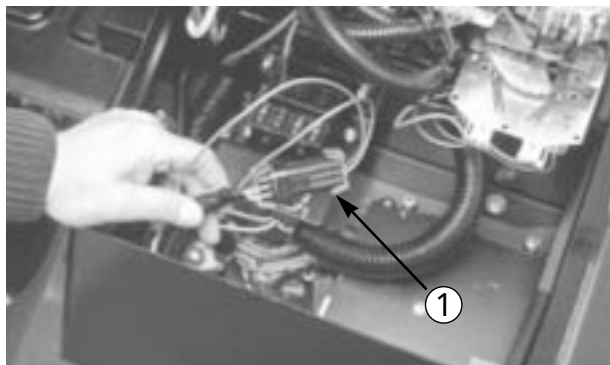

図 33
1. 駆動シャフト（図 33）をエンジンの駆動カップラから外す（キャップスクリューははずして外す）。
5. 牽引が終わったら、図 33 のように駆動シャフトを元通りに取り付ける。スプラインにより、正しい方向以外では接続できないようになっている。